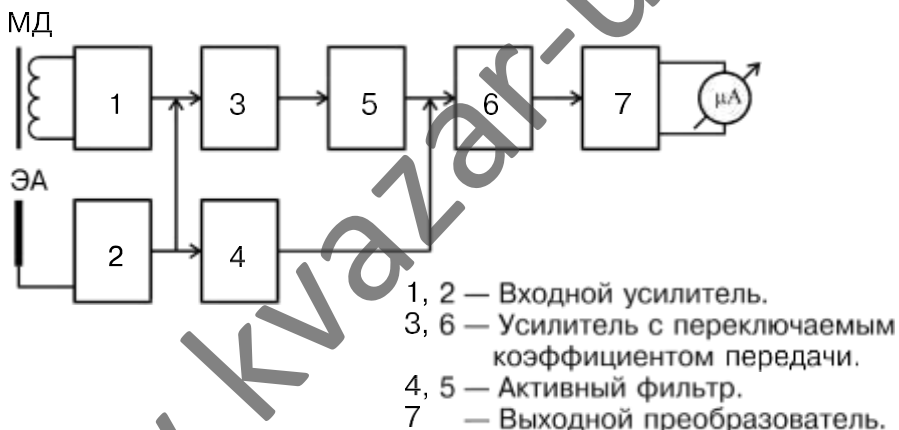
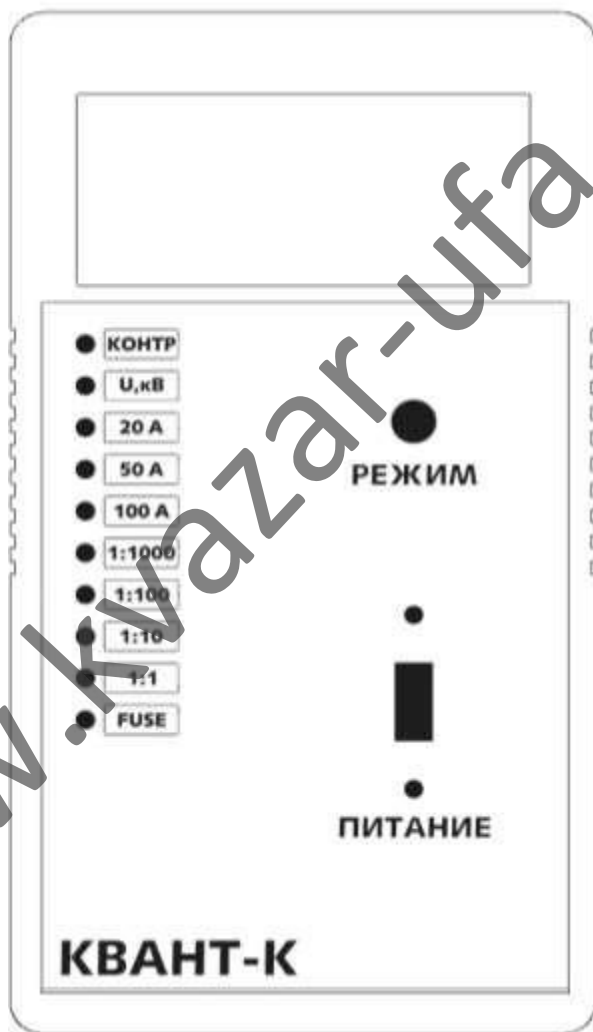

Рис. 1. Структурная схема прибора «Квант-К»
Рис. 2. Расположение органов управления и индикации прибора «Квант-К»
4.1 В режиме контроля исправности «КОНТР» напряжение источника питания подается на выходной преобразователь 7 (рис. 1), нагрузкой которого служит микроамперметр.
4.2. Контроль наличия напряжения 6—35 кВ осуществляется с помощью встроенной электрической антенны. Электрической антенной служит металлическая пластина, расположенная в передней части прибора (рис. 2). Сигнал с электрической антенны через усилитель 2, активный фильтр (50 Гц) 4 и усилитель 6 поступает на выходной преобразователь 7 (рис. 1). Рост показаний дисплея микроамперметра сигнализирует о наличии электрического поля частотой 50 Гц.
4.3. Контроль тока нагрузки ВЛ осуществляется с помощью магнитного датчика. Магнитным датчиком служит катушка индуктивности с разомкнутым стержневым ферритовым сердечником, которая расположена в правой части прибора (рис. 2). Катушка является частью колебательного контура, настроенного на частоту 50 Гц. Через усилитель 1, активный фильтр (50 Гц) 4 и усилитель 6 сигнал с магнитного датчика поступает на выходной преобразователь 7 (рис. 1). Пределы регулируемого тока (20 А, 50 А, 100 А) указаны для ВЛ 0,4 кВ.
4.4. Определение места замыкания на землю в сетях 6—35 кВ основано на измерении вблизи ВЛ уровня высших гармонических составляющих магнитного поля тока нулевой последовательности с помощью магнитного датчика, настроенного, в этом режиме, на частоту 550 Гц. Сигнал с МД (магнитный датчик) проходит через усилители 1 и 3, активный фильтр (550 Гц) 5, усилитель 6 и поступает на выходной преобразователь 7 (рис. 1). Коэффициент передачи усилителя можно изменять в соотношении 1:1000; 1:100; 1:10; 1:1 в зависимости от уровня тока замыкания на землю.